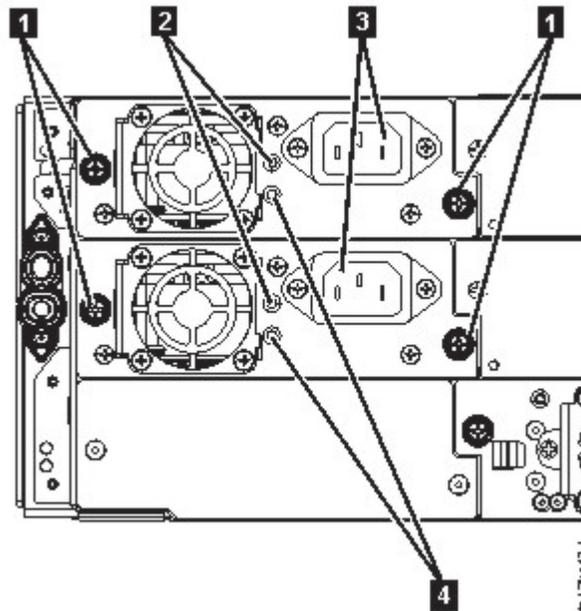

Abbildung 66. Netzteile
- Die weiße LED (**2** in Abb. 66 auf Seite 138) leuchtet auf.
- Die grüne LED (**4** in Abb. 66 auf Seite 138) ist ausgeschaltet.